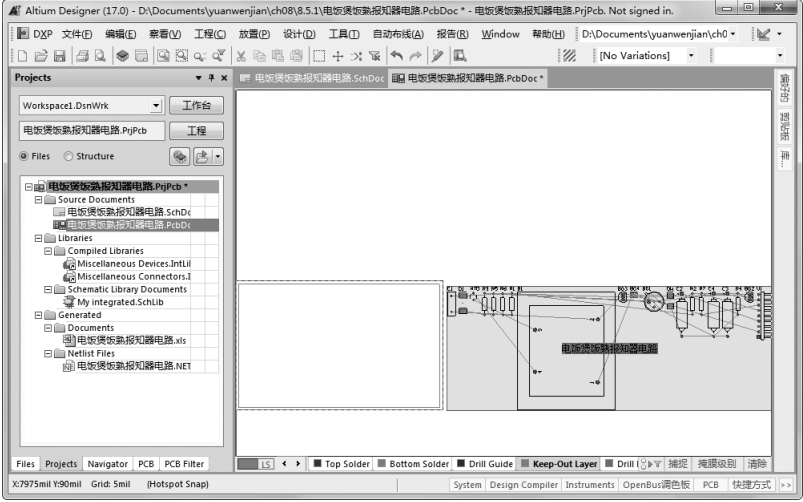

图 8-33 添加元器件封装的 PCB 图
(8) 单击  按钮，关闭对话框。此时，在 PCB 图纸上已经有了元器件的封装，如图 8-33 所示。